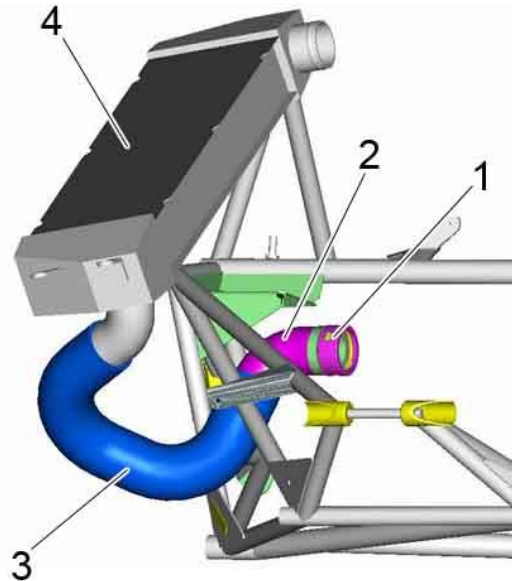

Bild 1 / Figure 1
3. Die Schlauchklemmen des Lufteinlassschlauches am Ladeluftkühler und am Druckrohr des Turboladers lösen. Siehe Bild 1.
1. Die Schlauchklemmen des Lufteinlassschlauches am Druckrohr des Turboladers und am Ladeluftkühler lösen. Siehe Bild 1.
3. *Detach the clamps of the air inlet hose at the pressure pipe of the turbocharger and the intercooler. See Fig. 1.*
1. *Detach the clamps of the air inlet hose at the pressure pipe of the turbocharger and the intercooler. See Fig. 1.*